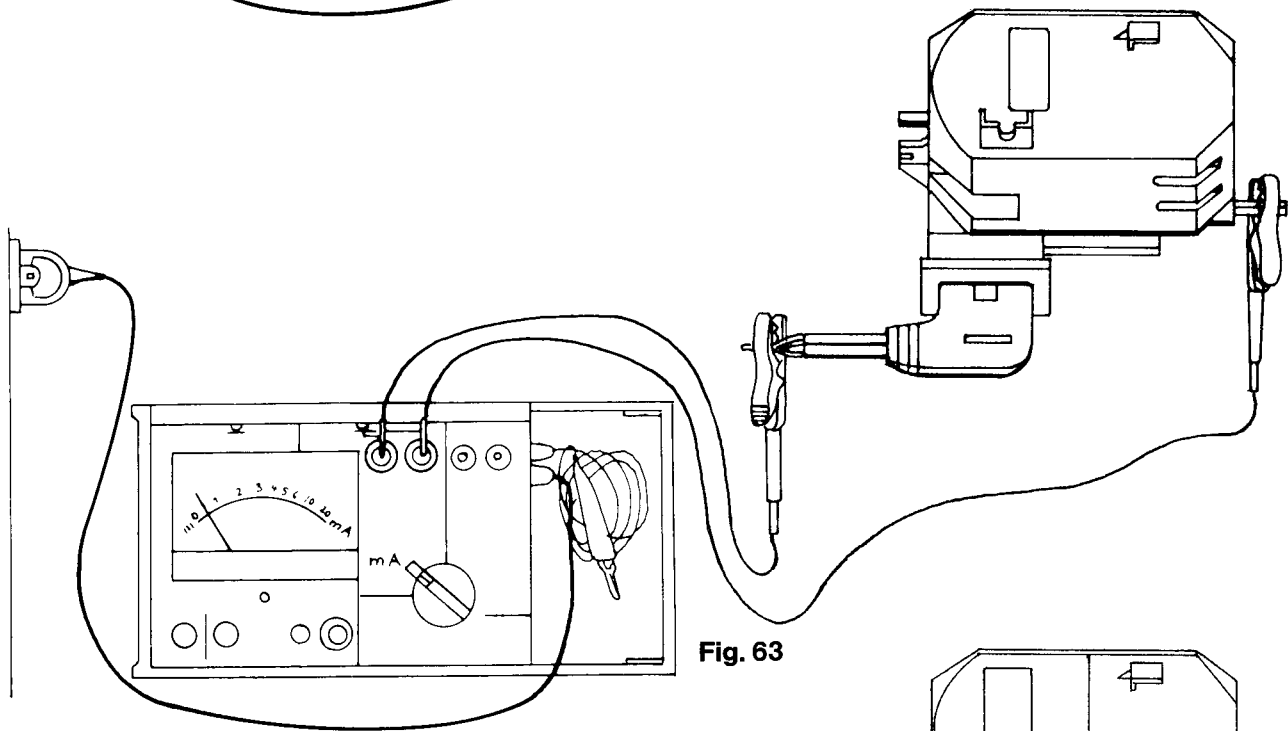

Fig. 63
- Umschalter auf mA stellen (Skala III). (siehe Abb. 63).
- Bei PFAFF Motoren der 1025 und 1027 den Hilfswinkelstecker Best. Nr. 29-924 800-04 anbringen und die Mutter Best. Nr. 92-320 068-05 anschrauben. Die zwei Kabel wie in Abb. 63 anbringen.
- Turn the switch to mA (Scale III). (Fig. 63)
- On motors of Pfaff 1025 and 1027 machines apply auxiliary angular plug No. 29 924 800-04 and screw on nut No. 92 320 068-05. Connect the two wires as shown in Fig. 63.
- Placer le commutateur sur mA (échelle III, fig. 63).
- Sur les moteurs des Pfaff 1025 et 1027, monter la fiche coudée auxiliaire, réf. 29 924 800-04, et visser l'écrou, réf. 92 320 068. Fixer les deux câbles, selon fig. 63.